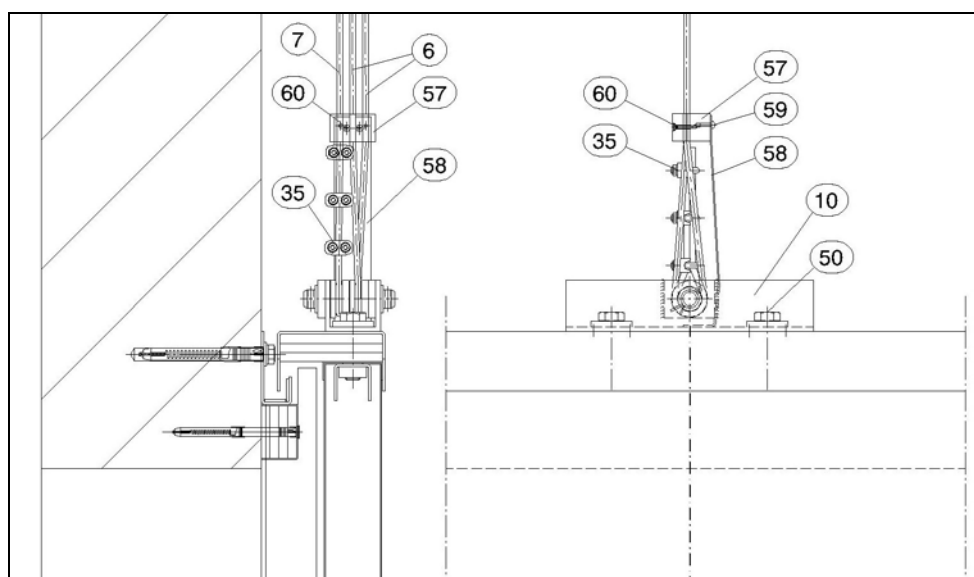

Abb.6
- Seilführung (57) gem. Abb.6 an Befestigungswinkel (58) montieren und diesen mit Seilbefestigung (10) so verschweißen, dass die Bohrungen der Seilführung mittig über dem Haltebolzen der Torblattkonsole (10) liegen. Schweißnaht mit Zinkstaubfarbe nachbehandeln.
- Tragseil um den Haltebolzen der Torblattkonsole (10) führen (Abb.6) und durch die äußeren Rillen der Seilrollen zur Gewichtskonsole (72) zurückführen und dort befestigen, (Abb.6 u. 10). **Dabei ist eine Verdrillung bzw. Kreuzung der beiden Seilteile, auch im Bereich zwischen den beiden Seilrollen, unbedingt zu vermeiden,**